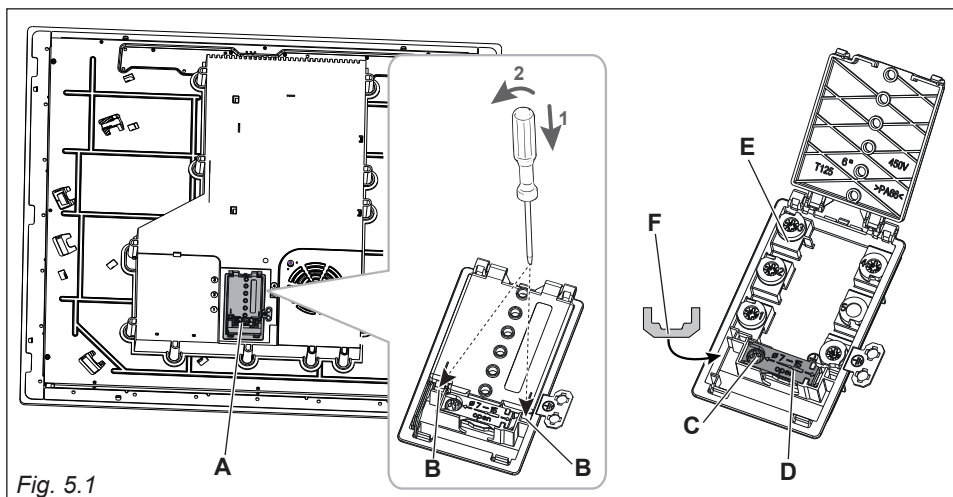

Fig. 5.1
- Sganciare il coperchio **"A"** della morsettiera inserendo un cacciavite nei due ganci **"B"** (fig. 5.1).
- Svitare la vite **"C"** e aprire completamente il fermacavo **"D"** (fig. 5.1).